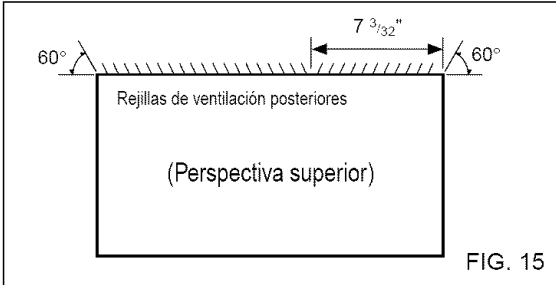

FIG. 15
- 1** Redireccione las rejillas de ventilación en la parte posterior del soporte de pared a un ángulo de 60° según muestra la FIG. 15. Recomendamos el uso de alicates.